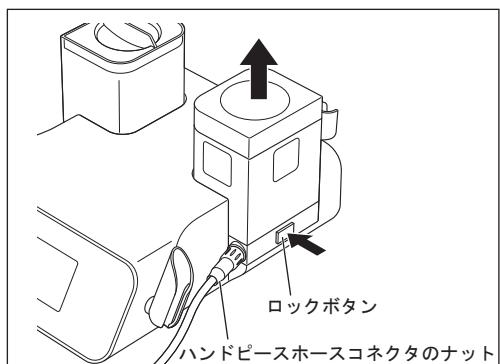

図44
- 1) 「8-6-4 エアーバッキン」にしたがってチャンバー内のエアーバッキンを行い、ロックボタンを押しながらチャンバーを取り外し、チャンバーをまっすぐ引き上げます（図44）。
- 6) 「8-6-4 エアーバッキン」にしたがってチャンバー内のエアーバッキンを行い、ロックボタンを押しながらチャンバーを取り外し、チャンバーをまっすぐ引き上げます（図44）。